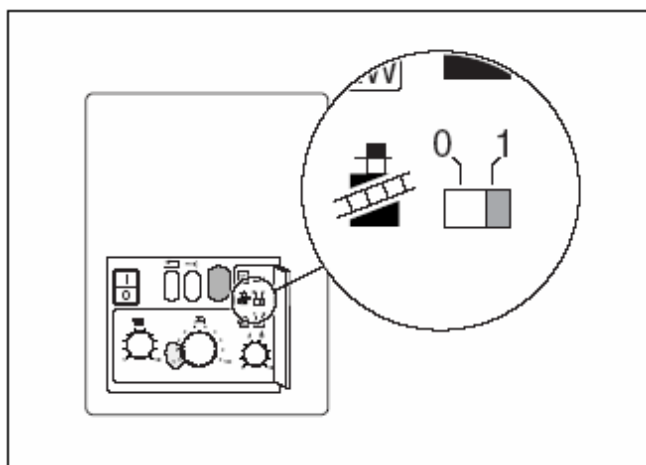

Рис. 24 Переключатель трубочиста
- Установить переключатель трубочиста (рис. 24) в положение "1". Котел Logamax plus GB112-60 достигает полной мощности примерно через одну минуту. В связи с этим измерение проводить только по истечении одной минуты!